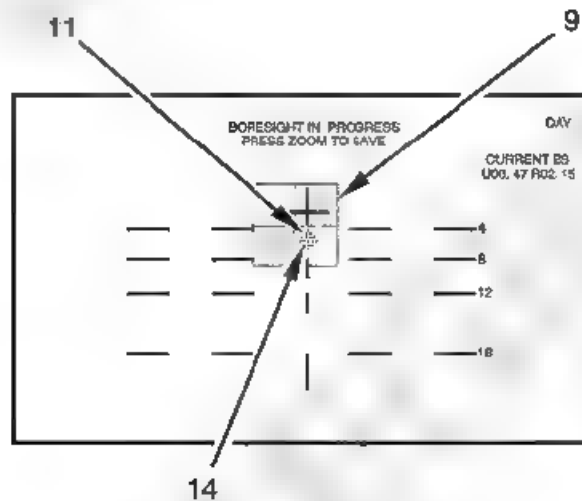

РИС. 4
- a. Зайдіть до меню RTS (16) на DCM (1) (Том 1, WP 0114).
- b. Використовуючи 4-позиційний перемикач (17) на DCM (1), переміщуйтеся вниз, доки стрілка (→) (18) не опиниться навпроти пункту BORE SIGHT (ВІЗІРУВАННЯ). Переведіть 4-позиційний перемикач (17) праворуч для входу в режим BORE SIGHT (ВІЗІРУВАННЯ).
- c. Використовуючи 4-позиційний перемикач (17) на DCM (1), переміщуйтеся вгору та/або вниз, щоб розташувати точку прицілювання прицільної сітки (11) горизонтально в центрі зони влучання (14) на цілі (9) (Рис. 4).
- д Використовуючи 4 позиційний перемикач (17) на DCM (1), переміщуйтеся вліво та/або вправо, щоб розташувати точку прицілювання прицільної сітки (11) вертикально в центрі зони влучання (14) на ціль (9) (Рис. 4).